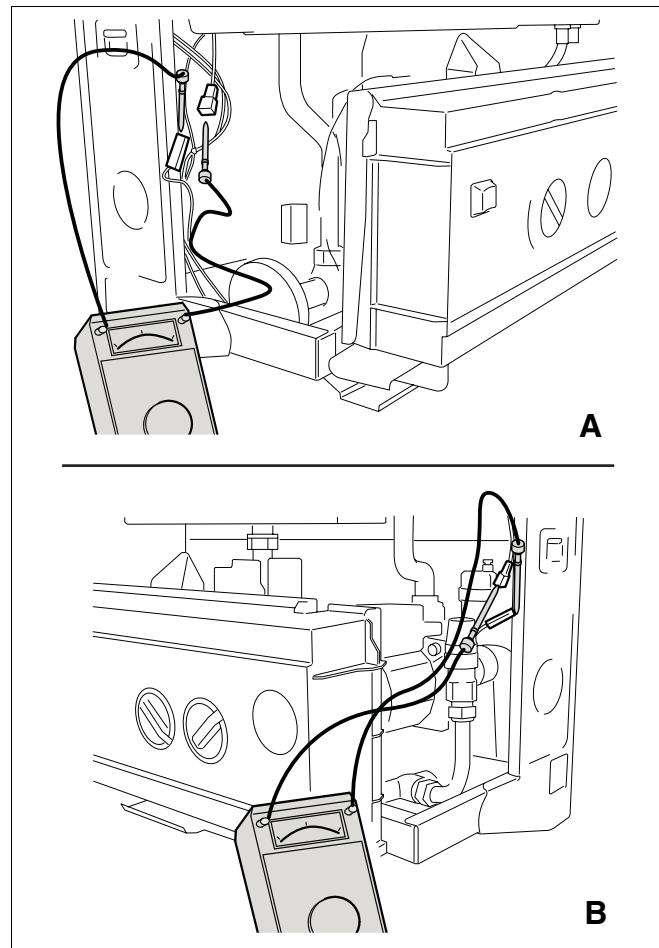

Рис. 20 Проверка ионизационного тока
- На измерительном приборе выбрать область μA (DC) (рис. 20).